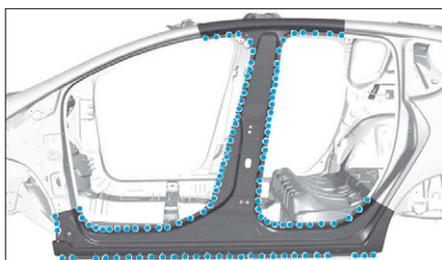

FIG. 80
- par points électriques (Fig.80).